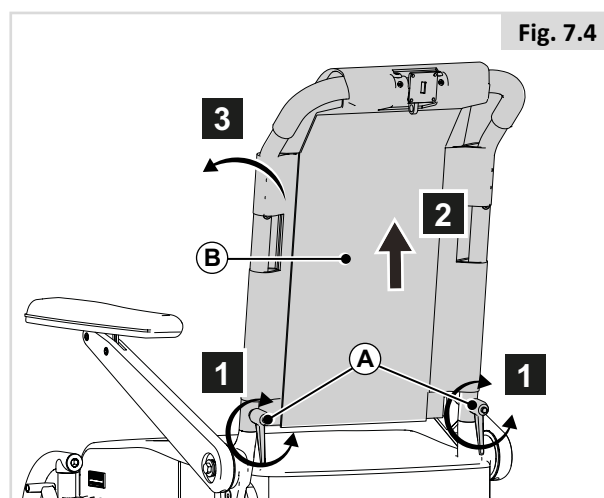

Fig. 7.4
7.3 Dobrar a cadeira de rodas (Fig. 7.4)